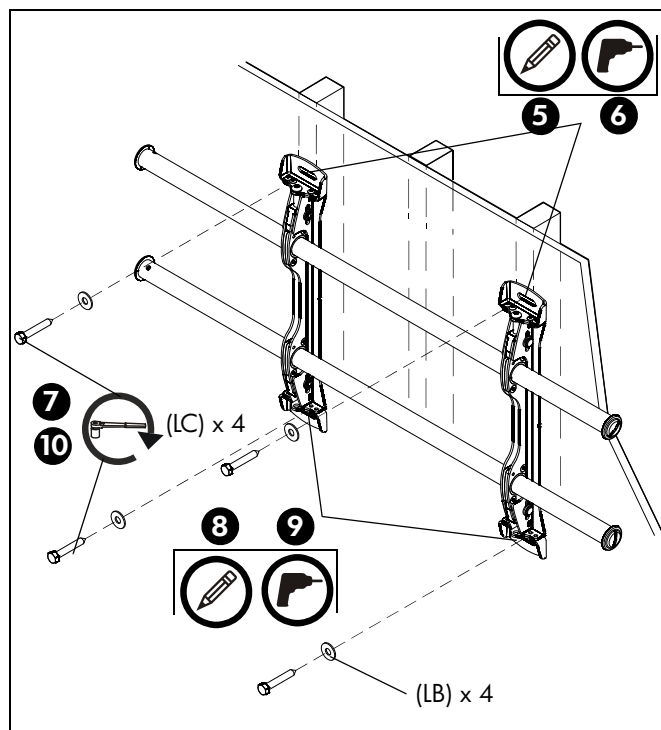

рис. 2
5. При помощи уровня сделайте на стене отметки на каждой из стоек каркаса там, где будут расположены верхние монтажные отверстия. (См. рис. 2)
7. С помощью двух 5/16 x 2-1/2" болтов (LC) и двух 5/16" плоских шайб (LB) прикрепите верхнюю часть кронштейна к стене. (См. рис. 2)
8. Отметьте точки размещения нижних монтажных отверстий и убедитесь в том, что эти точки расположены на стойках каркаса. (См. рис. 2)
9. Просверлите направляющие отверстия диаметром 7/32" в местах, отмеченных для нижних монтажных отверстий. (См. рис. 2)
10. С помощью двух болтов 5/16 x 2-1/2" (LC) и двух плоских шайб 5/16" (LB) прикрепите крепление через нижние монтажные отверстия. (См. рис. 2)